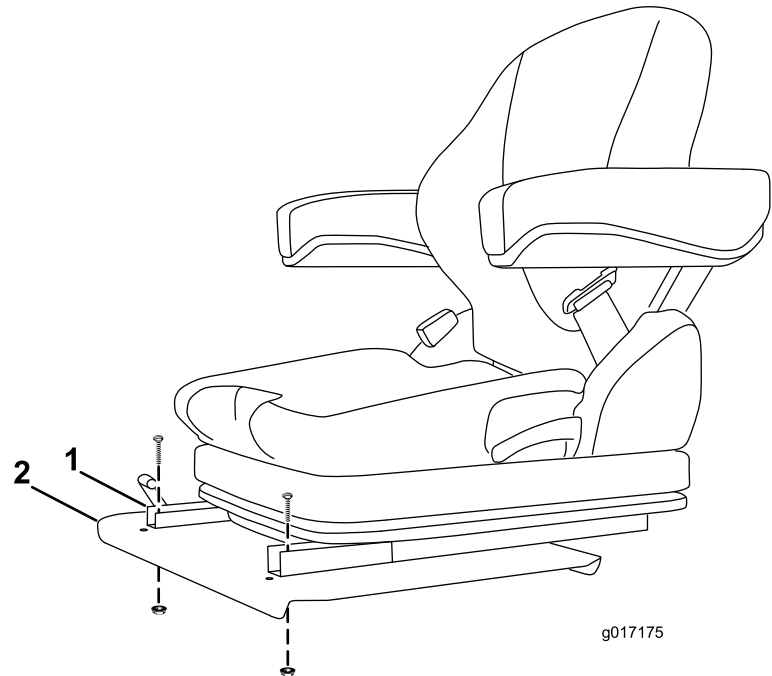

Figura 5
2. Monte a frente de cada adaptador na base do banco com um parafuso e porca flangeada (Figura 5).